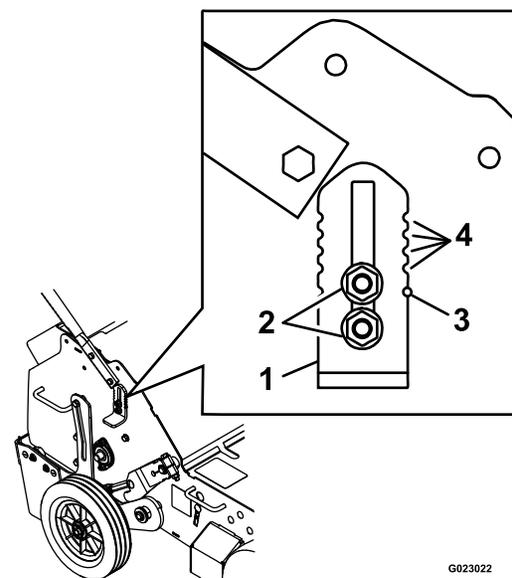

Figura 14
3. Afloje las tuercas que sujetan la parada de ruedas del lado derecho de la máquina (Figura 14).
6. Repita los pasos 3 a 5 para la parada de ruedas en el lado izquierdo de la máquina. Use las muescas indicadoras visuales de la parada de ruedas y orificios indicadores de la estructura para que las paradas de ruedas tengan la misma altura en cada lado (ver Figura 14).